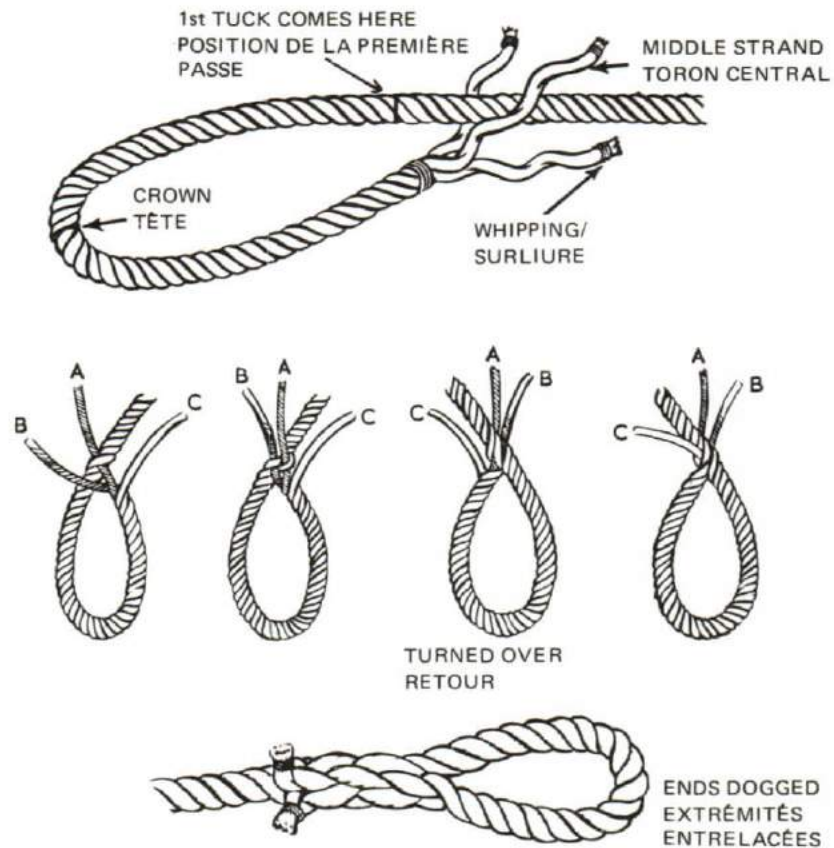

Figure 10-42
3. An eye splice is used to make an eye in the end of a rope. Bend the opened end of the rope over to form the required size of eye and lay the strands, one on top of the standing part, and one on each side. See Figure 10-42.
3. L'épissure à oeil s'emploie pour faire un oeil au bout d'un cordage. Repliez l'extrémité ouverte du cordage pour former un oeil de la grosseur désirée et commettez les torons l'un par dessus le dormant et les autres de chaque côté (voir la figure 10-42).